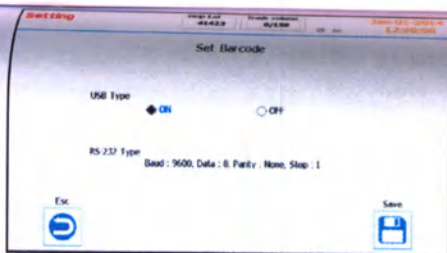

Рисунок 17 – Настройка сканера штрих-кодов
3. **Set Printer.** Это меню для настройки принтера. Рисунок 17
4. **Set Barcode.** Это меню для настройки сканера штрих-кодов. "ON" – включить или "OFF" – выключить. См. Рисунок 17